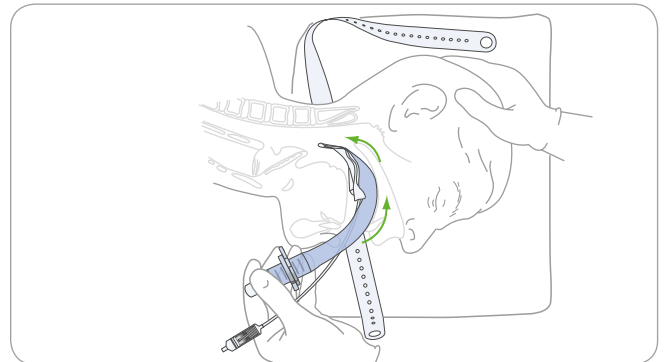

Figura 11. Avance el dispositivo hacia dentro con un movimiento circular, presionando contra los contornos del paladar duro y del velo del paladar
9. Deslícela hacia dentro con una trayectoria ligeramente diagonal (aleje la punta de la línea media) como se muestra en la **Figura 11**.